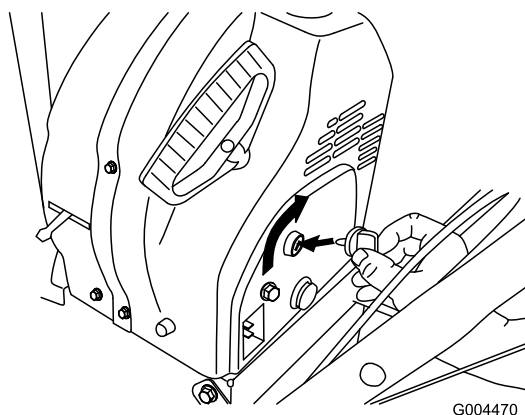

Figure 20
1. Insérez la clé et tournez la dans le sens horaire à la position contact établi (Figure 20).